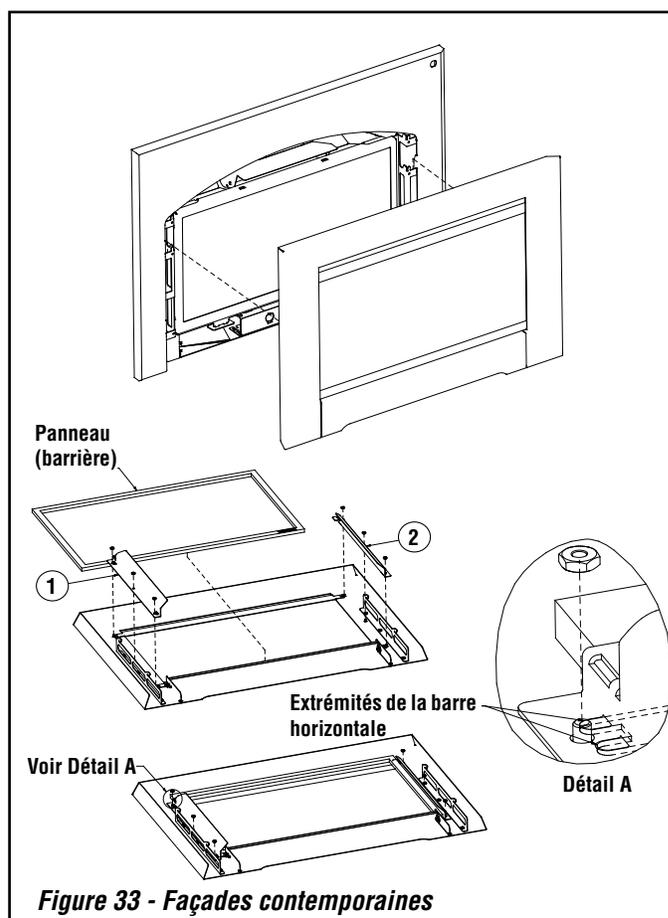

Figure 33 - Façades contemporaines
### Façades contemporaines (voir figure 33)
2. Remettre les obstruc-teurs sur les goujons filetés en faisant attention que les extrémités inférieure et supérieure de la barre horizontale soient alignées avec les rainures des obstruc-teurs. (voir détail A, figure 33).